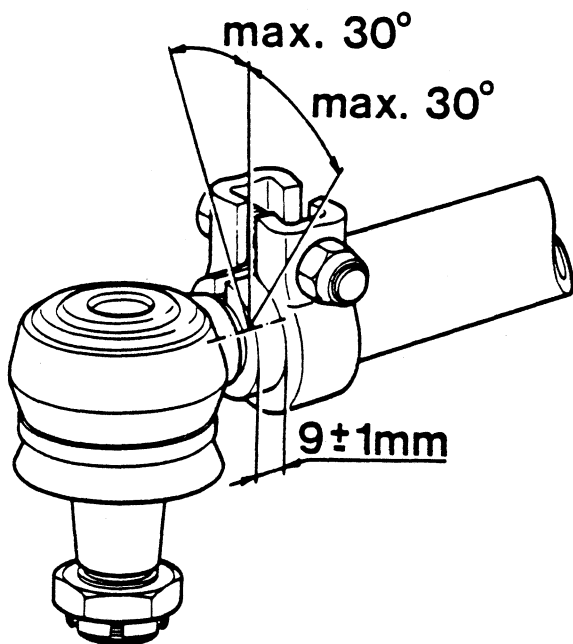

Fig. 4
3. Indien de klembeugels los gemonteerd zijn op de spoorstang moet gecontroleerd worden of deze volgens Fig. 4 vastgeklemd zijn.